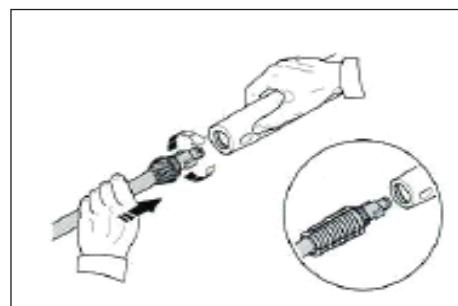

Figure 19 - Branchement de Pistolet/Lance
1. Introduire la lance dans le pistolet et tourner au sens des aiguilles d'une montre à l'arrêt positif tel qu'indiqué sur la Figure 19.